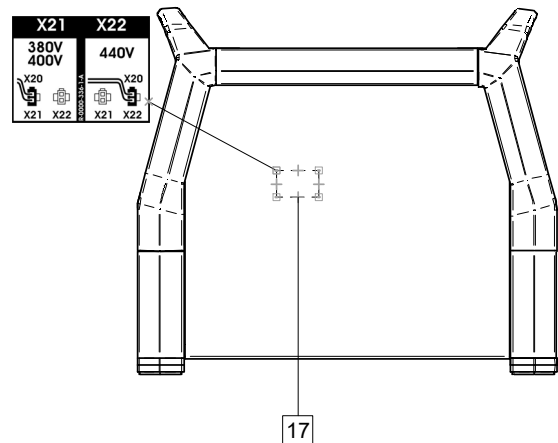

Figure 3
- Placer la fiche X20 (voir Figure 3) dans la bonne position :